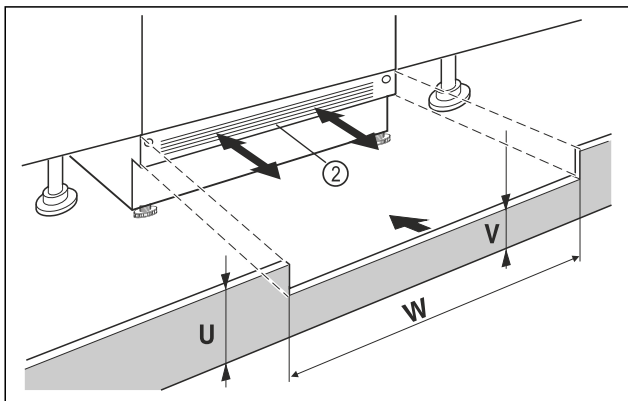

Fig. 96 Ілюстративне зображення
- Поставте на місце плінтус пристрою Fig. 96 (2), але поки що не закріплюйте його.
- Якщо плінтус видно Fig. 96 (2), потягніть його вперед так, щоб передній край вентиляційної решітки став урівень із плінтусом меблів.
- Якщо плінтус приховано Fig. 96 (2), посуньте його повністю назад.
- Слідкуйте за повністю вільним доступом повітря: За необхідності обріжте плінтус меблів по висоті Fig. 96 (U)!
- Під плінтусом пристрою Fig. 96 (W) по ширині ніші Fig. 96 (V) облаштуйте сходинку відповідних розмірів Fig. 96 (2).